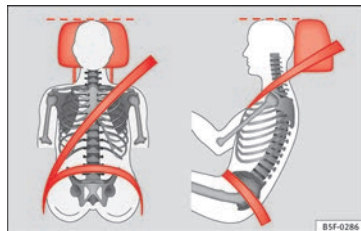

Fig. 73 Appuie-tête correctement réglé, vu de face et latéralement.
- Réglez l'appuie-tête de telle manière que son bord supérieur soit dans la mesure du possible à la même hauteur que la partie supérieure de votre tête, et au moins à la hauteur des yeux » » **fig. 73.**